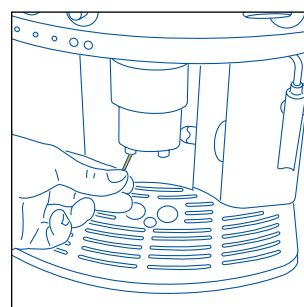

Fig.28
- Kontroller en gang i mellem, at kaffeudløbsrørets huller ikke er tilstoppet. For at rense dem, benyt en nål for at skrabes de tørre kaffeaflejringer (fig. 28).